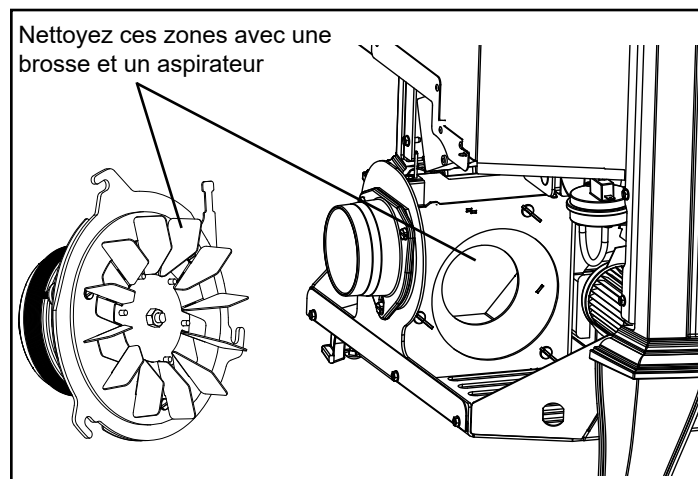

Figure 2.8
- Nettoyez le boîtier du ventilateur de combustion et la pale du ventilateur avec une brosse et un aspirateur Figure 2.8.